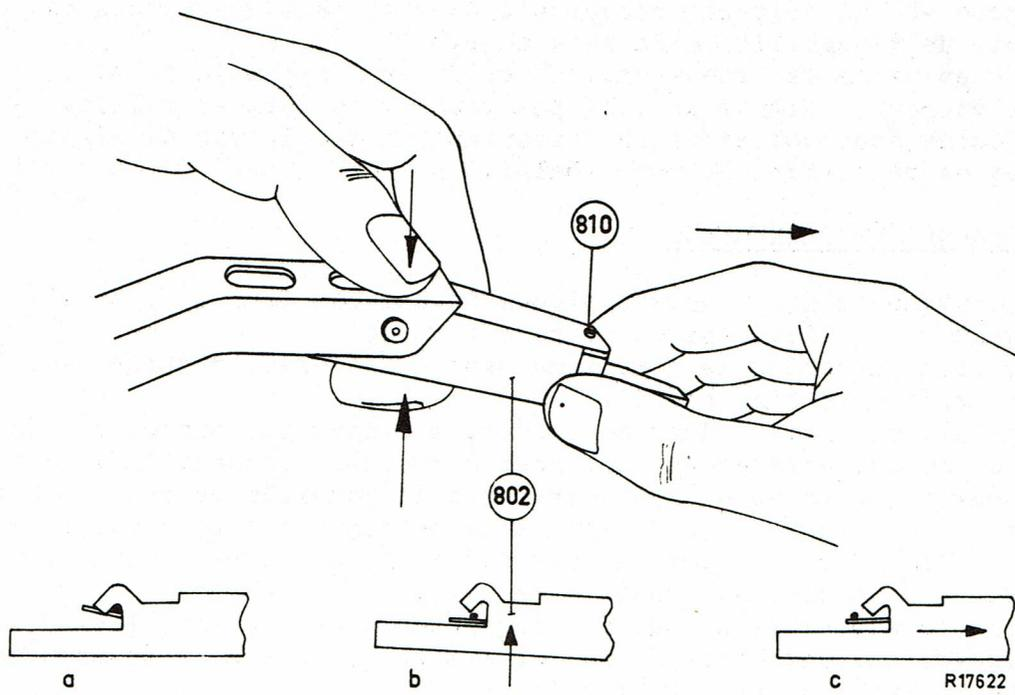

Fig.25
2. Pousser le support de tête 802 vers le haut avec l'annulaire de la main gauche (voir fig.25).